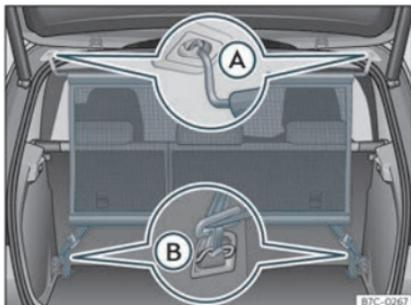

Fig. 122 Filet de séparation installé.
- Accrochez le filet de séparation dans le logement gauche du toit >>> fig. 122 (A). Assurez-vous de tirer la barre transversale vers le bas au-delà de la position haute.
- Accrochez le filet de séparation dans le logement droit du toit >>> fig. 122 (A).
- Accrochez les deux crochets du filet de séparation aux œillets d'arrimage du coffre à bagages >>> fig. 122 (B) et serrez fermement les ceintures de fixation.